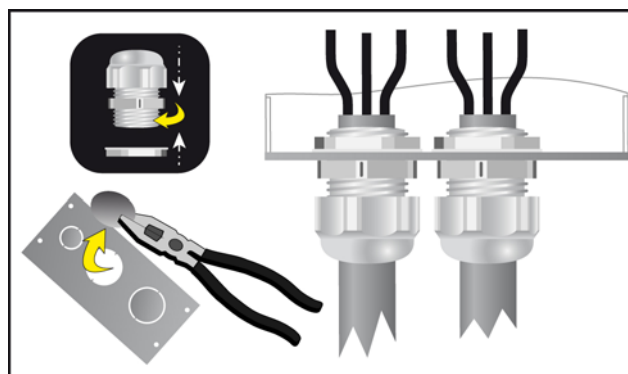

Abb. 3.3.6.b
4. Ausgang: Schließen Sie die Lastdrähte an die Klemmen "L" (Line) und "N" (Neutral) sowie die Erde an die Klemme "≡" an. **Die Einheit muss ordnungsgemäß geerdet werden!** (Abb. 3.3.6.c)